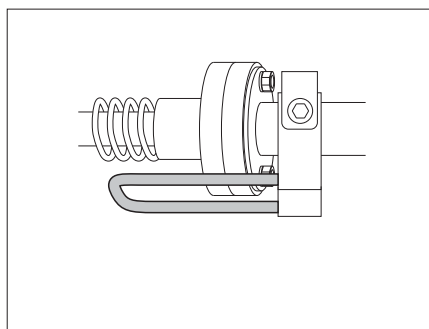

Fig. 138 Levier de sécurité en position de verrouillage
► Avant d'utiliser le lit, contrôler si le levier de sécurité se trouve dans la position de sécurité (Fig. 138).
- Mettre le levier de sécurité dans la position de sécurité (Fig. 138).